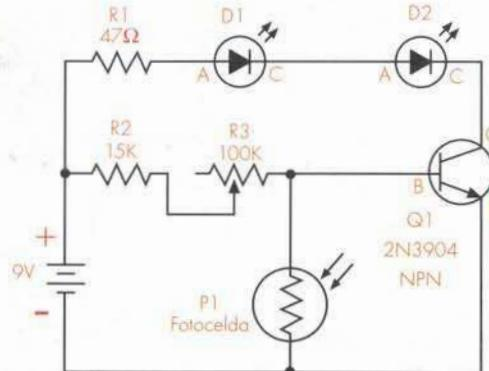

Figura 1. Diagrama esquemático
- Arme en el protoboard el circuito que aparece en el diagrama esquemático (figura 1). Puede usar como guía el diagrama pictórico. Recuerde que puede montar los componentes en cualquier orden, a excepción de la batería, la cual debe conectarse de último.
- Asegúrese que los dos LEDs D1 y D2, queden con la polaridad correcta, es decir, que el pin más corto coincida con el cátodo (C).